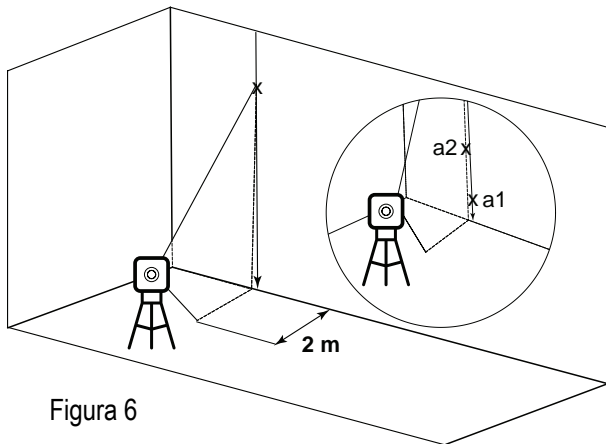

Figura 6
6) Marque o ponto a_2 na parede, no centro da viga vertical, à mesma altura de a_1 (ver figura 6).